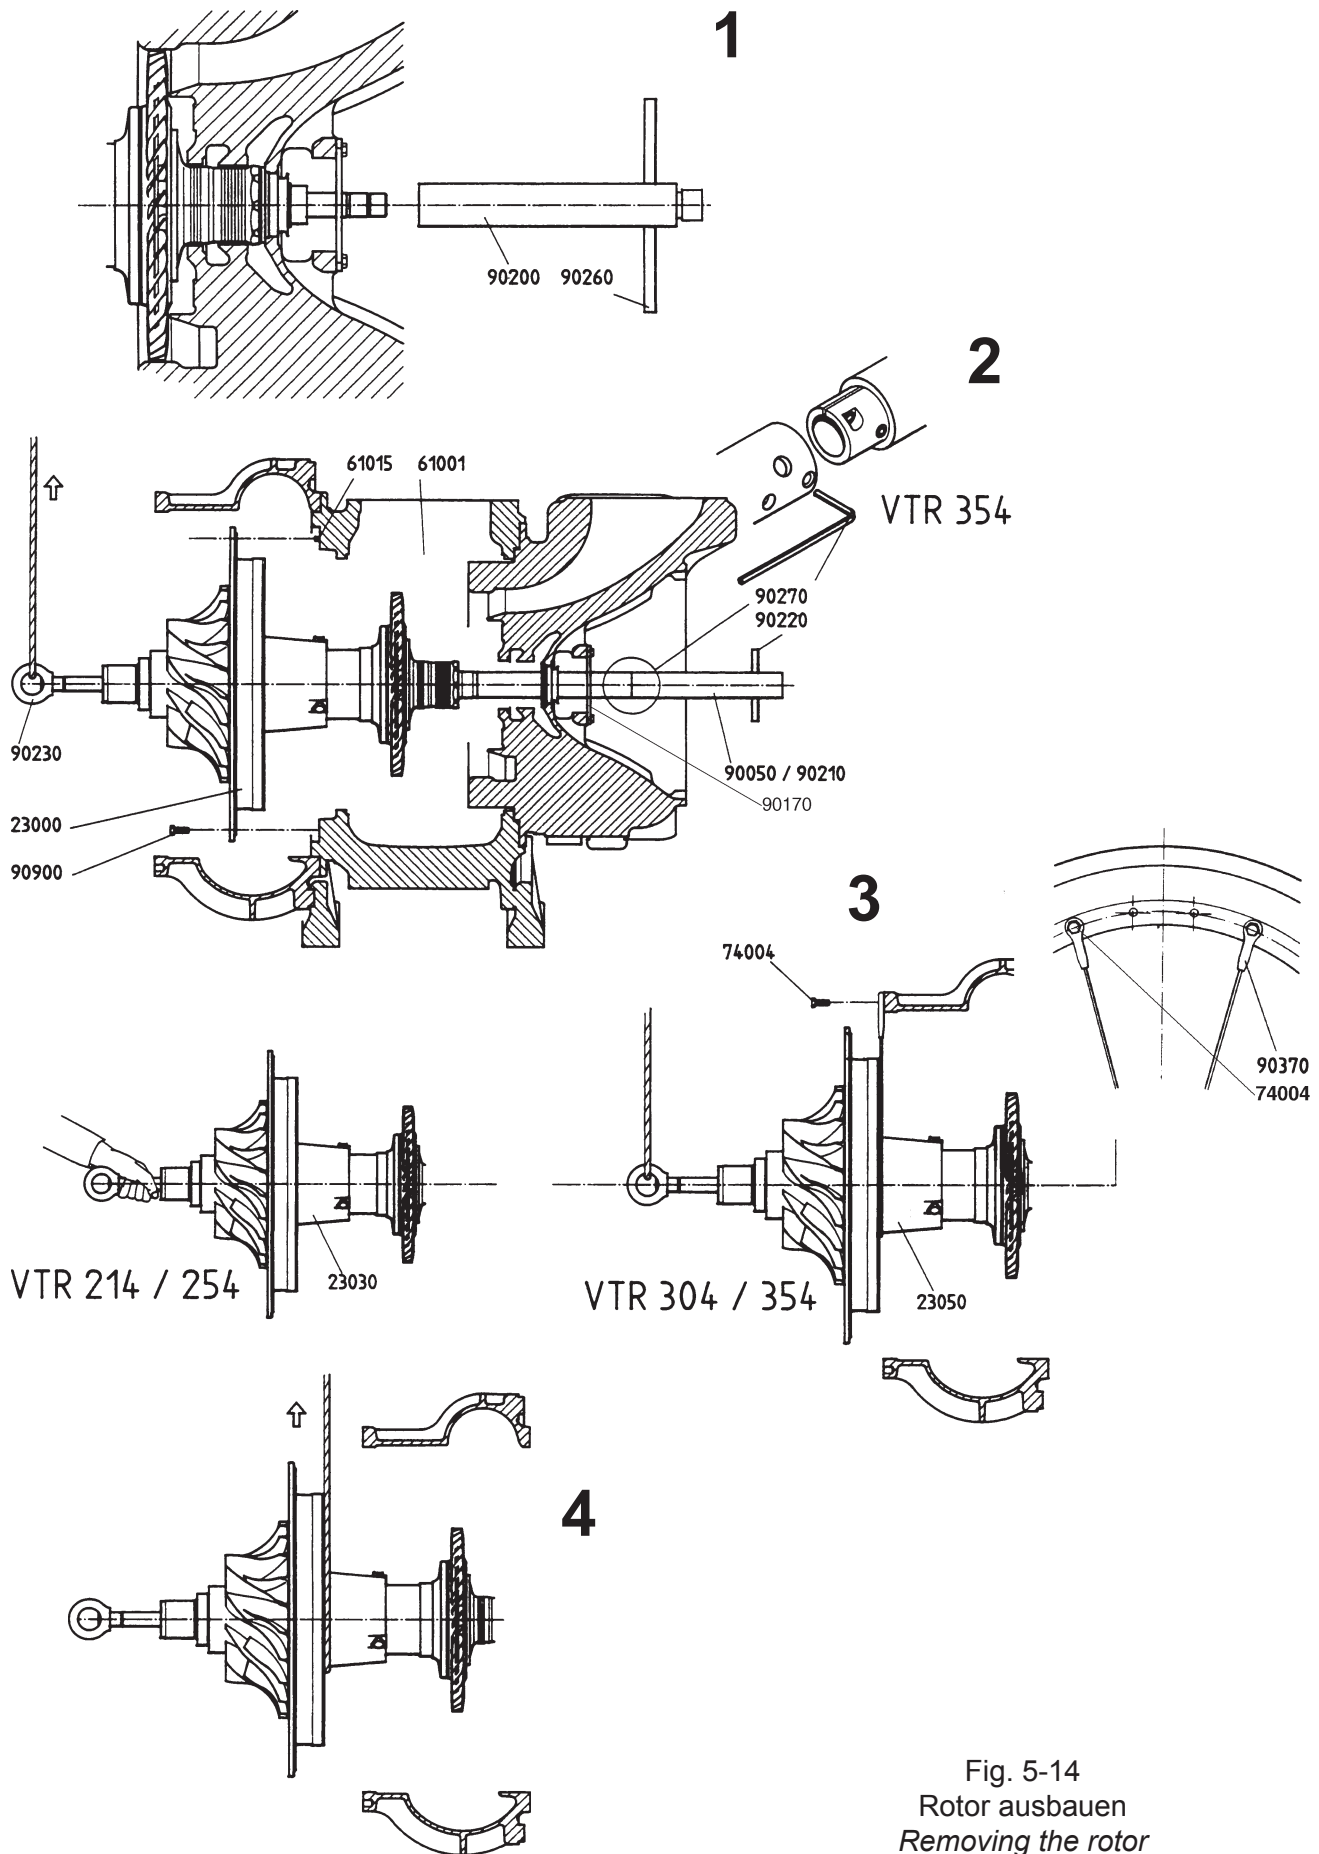

Fig. 5-14
- Führungsrohr (90200) auf das turbinenseitige Wellenende schrauben (s. Fig. 5-14/1).
- Zwischenwand (23000) mit Abdrückschrauben (90900) vom Gasaustrittsgehäuse (61001) abdrücken (s. Fig. 5-14/2).
- + Aufhängeseil (90370) um die Wellenschutzbüchse (23050) schlingen und den Rotor mit den Schrauben (74004) am Luftaustrittsgehäuse aufhängen (s. Fig. 5-14/3).
- Kranseil um Zwischenwand und Wellenschutzbüchse (23050) schlingen (s. Fig. 5-14/4).
- Screw the guide tube (90200) onto the turbine end shaft end (see fig. 5-14/1).
- Press the partition wall (23000) with the puller screws (90900) away from the gas outlet casing (61001) (see fig. 5-14/2).
- + Loop the rope (90370) around the shaft protection sleeve (23050) and suspend the rotor with the screws (74004) on the air outlet casing (s. fig. 5-14/3).
- Loop the rope around the partition wall and the shaft protection sleeve (23050) (see fig. 5-14/4).